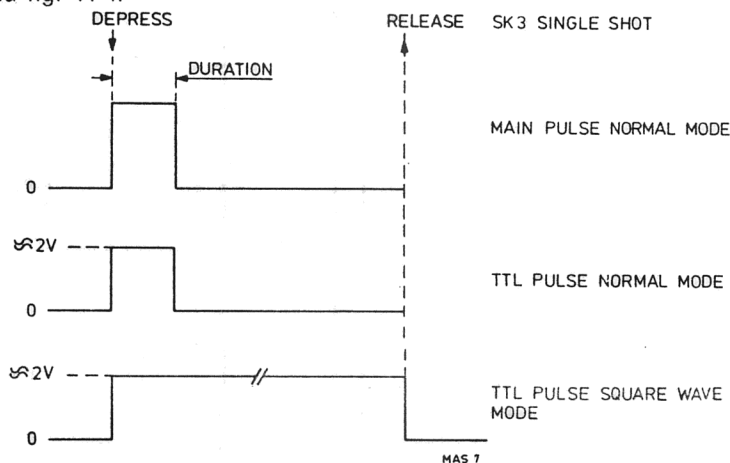

Fig. VI-4 : Monocoup PM 5705
- Une seule impulsion similaire à la fig. VI-4 est maintenant engendrée. Sa durée, son amplitude, etc. . . sont réglées avec les organes de commande du panneau avant.
- Se référer à la fig. VI-4.